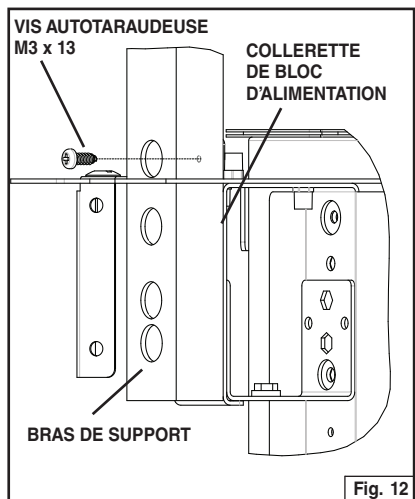

Fig. 12
6. Fixez le bras au rebord du bloc d'alimentation avec (1) vis autotaraudeuse M3 x 13 mm. Fig. 12.